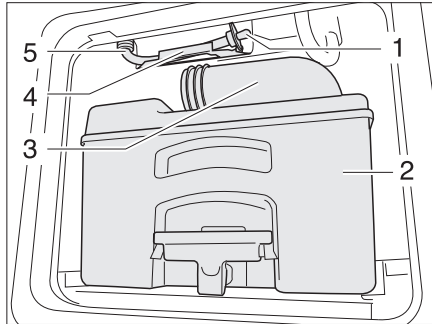

Bild 284 Ablaufschlauch Wassertank Toilette
- Kassette (Bild 284,2) an einer dafür zugelassenen Entsorgungsstelle entleeren und reinigen.
- Den Entleerungsstutzen (Bild 284,3) offen lassen.
- Ablaufschlauch (Bild 284,5) aus der Halterung (Bild 284,4) nehmen.
- Den Ablaufstößel (Bild 284,1) entfernen und Restwasser ausfließen lassen.